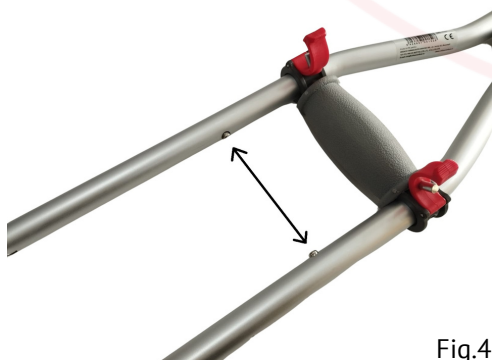

Fig.4
3. Se apasa cei doi butoni care permit ajustarea sectiunii care sustine zona subaxilara. In timp ce se tine de cei doi butoni apasati, se trage de partea de sus a carjei (vezi fig.4, fig5 si fig.6). Se ajusteaza in functie de inaltimea si nevoile pacientului.